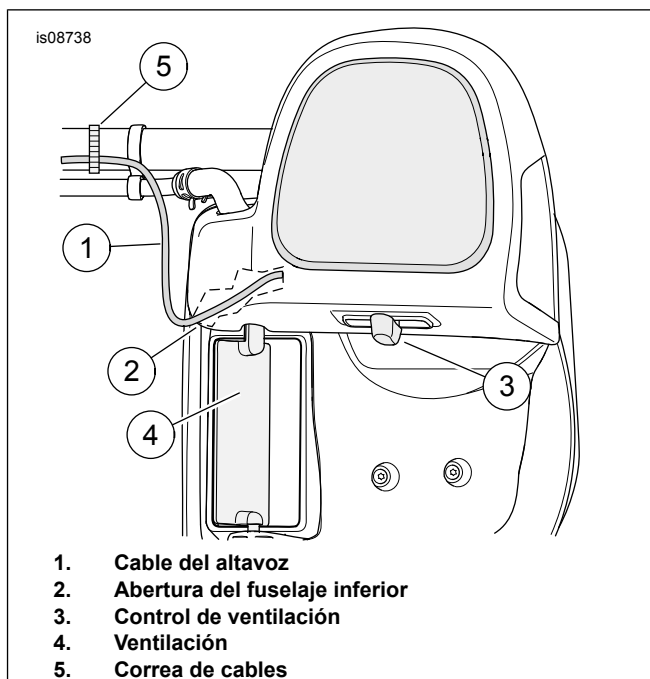

Figura 1. Enrutamiento de los cables del altavoz
5. Vea Figura 1 . Pase el cable a través de la abertura pequeña (2). Evite que el cable entre en contacto con la ventilación (4) y el control de ventilación (3).
9. Asegure los cables con correas de cables (5).